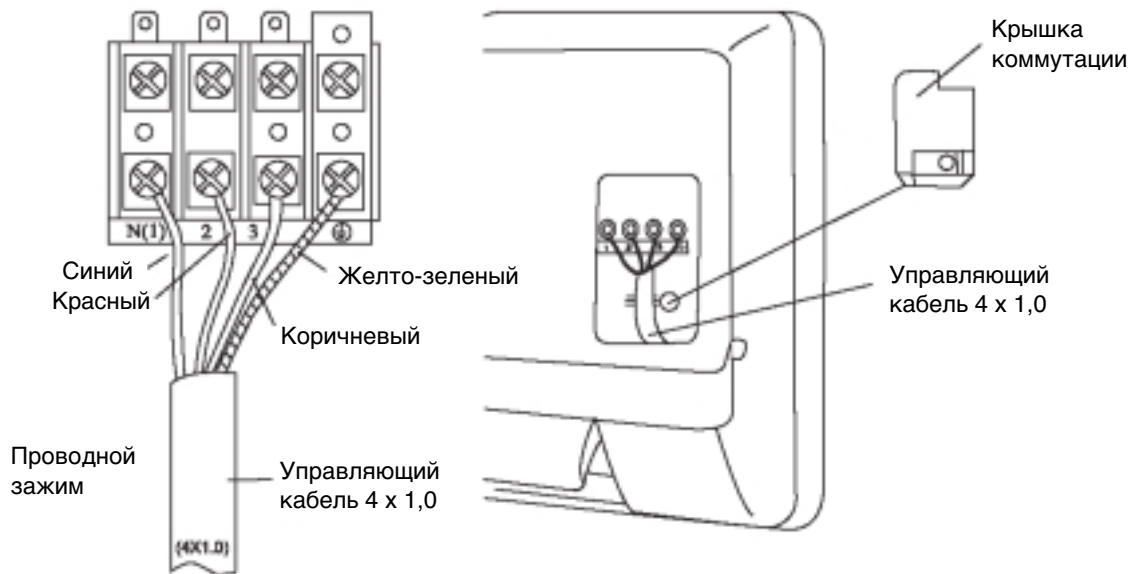

Рис. 4
2. Снимите крышку коммутации (рис. 4).
4. Подключите синий провод кабеля питания к клемме "N(1)", коричневый - к клемме "2", красный - к клемме "3" и желто-зеленый (провод заземления) - к клемме \perp , как показано на рис. 4.